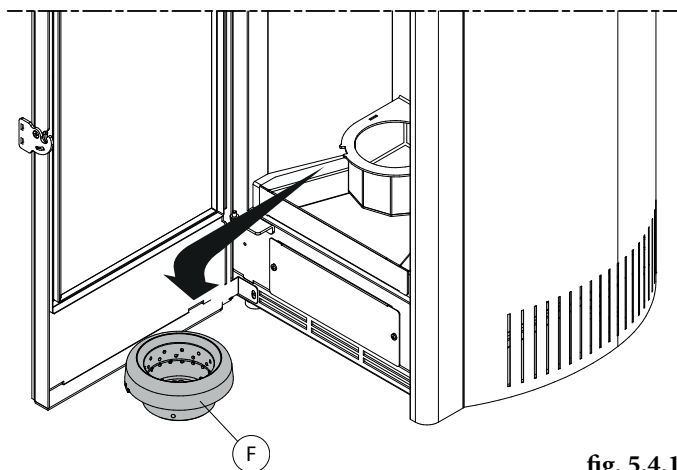
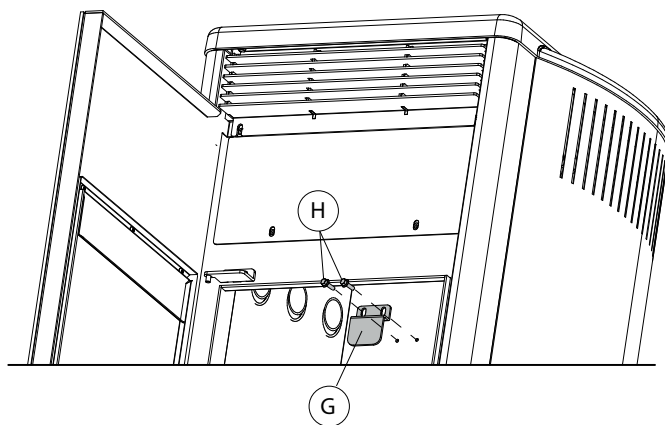

fig. 5.4.1
fig. 5.4.2
- Öffnen Sie die Tür, entfernen Sie das Kohlenbecken F (Abb. 5.4.1) und den Befestigungsbügel G, indem Sie auf die beiden Schrauben H einwirken (Abb. 5.4.2)